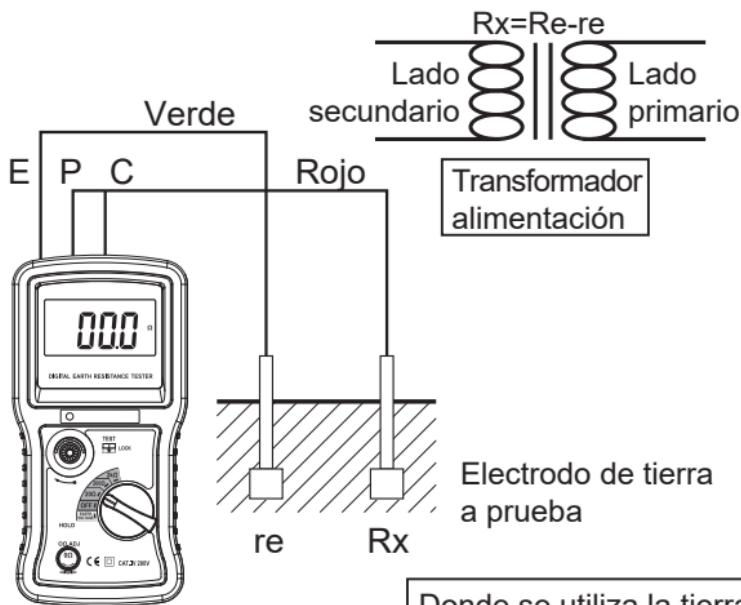

Fig. 4
(3) Método simplificado de medición de la resistencia de tierra
- a. Este método se recomienda cuando la resistencia es mayor que  $10\Omega$  o cuando no es posible utilizar picas de tierra auxiliares. Se podrá obtener un valor aproximado de la resistencia de tierra mediante el sistema de dos cables, tal como se muestra en la Fig.4.